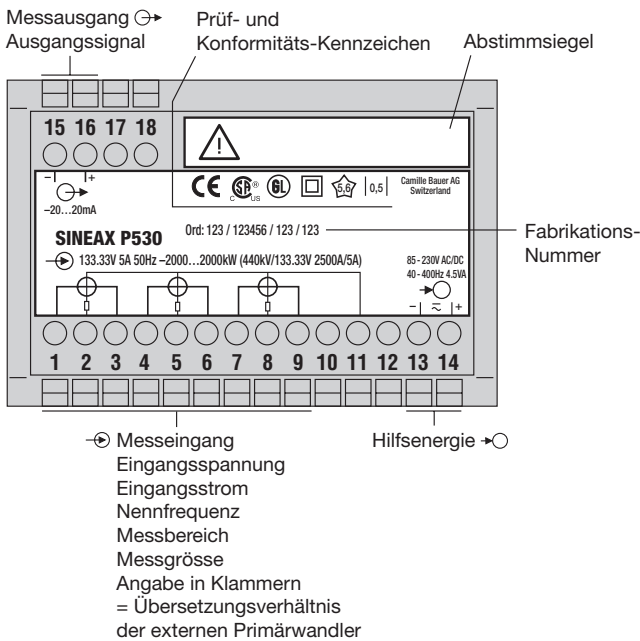

Bild 5. Erklärungen zum Typenschildbeispiel.
- ... dass die Daten, die zur Lösung der Messaufgabe erforderlich sind, mit denen auf dem Typenschild des SINEAX P530/Q531 übereinstimmen (⊖→ Messeingang, ⊖→ Messausgang und →○ Hilfsenergie, siehe Bild 5)!
- Abstimmisiegel (kleines Klebeschild) entfernen (Bild 5).